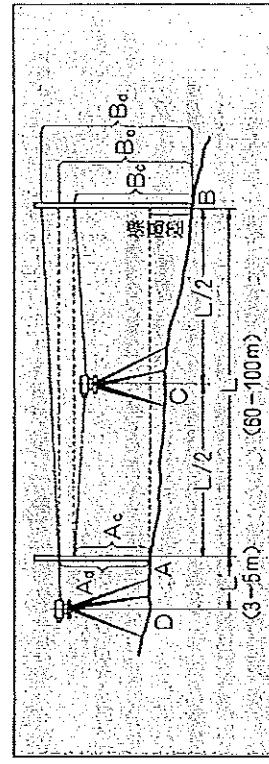

図4
①少なくとも60m以上離れば、AおよびB点に杭を打ち込み、標尺を立てます。(図4)
②AB線上の中央C点(スタジア距離測量法を用い、スタジア線間のAB両標尺の読みの等しい位置)に機械を据えて、A、B両点を水準測量し、各々の標尺の読みをAおよびBとします。